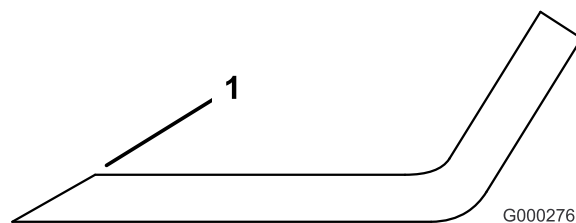

Figura 81
1. Utilize uma lima para afiar a aresta de corte em ambas as extremidades da lâmina (Figura 81). Mantenha o